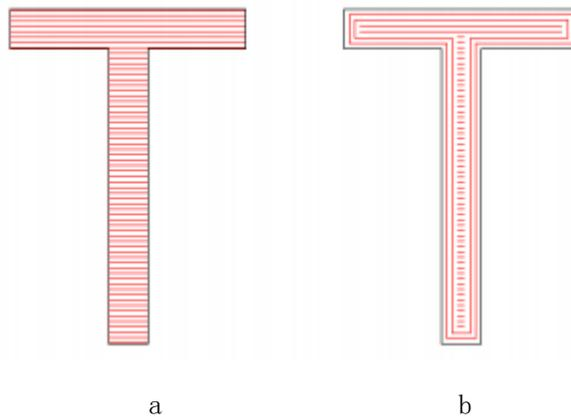

图 3-11 (a 为边界环数为 0; b 为 2)
**边界环数:** 指在进行水平填充之前先进行几次环形填充的次数。由于完全用环形填充的功能时会有在最后一个环无法填充均匀的情况, 所以此功能就是用于解决这样问题的时候使用。如图 3-11 所示为边界环数的示例填充图形